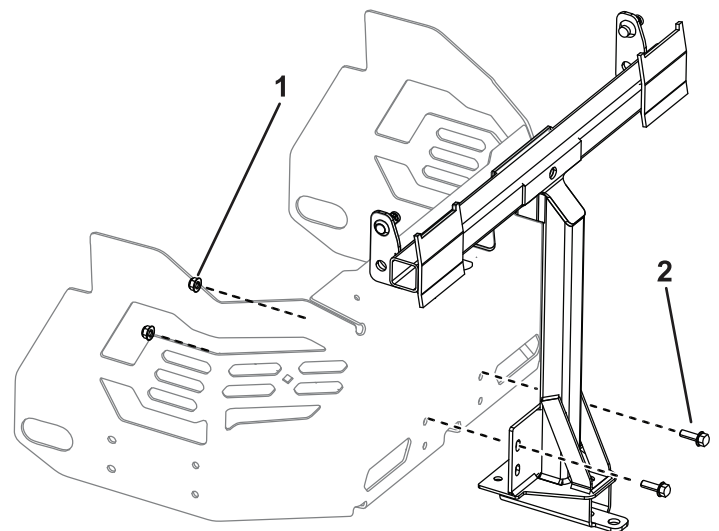

Figura 15
4. Instale, sem apertar, a estrutura da articulação na máquina utilizando dois parafusos (5/16 pol. x 1 pol.) e duas porcas de bloqueio (5/16 pol.) como se mostra na Figura 15.
6. Aperte os dois parafusos (5/16 pol. x 1 pol.) e 2 porcas de bloqueio (5/16 pol.) como se mostra na Figura 15.